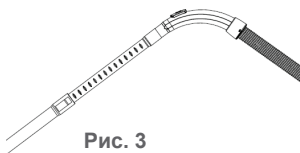

Рис. 3
Подсоедините всасывающую трубку (14) к изогнутому концу всасывающего шланга (16) (Рис. 3).